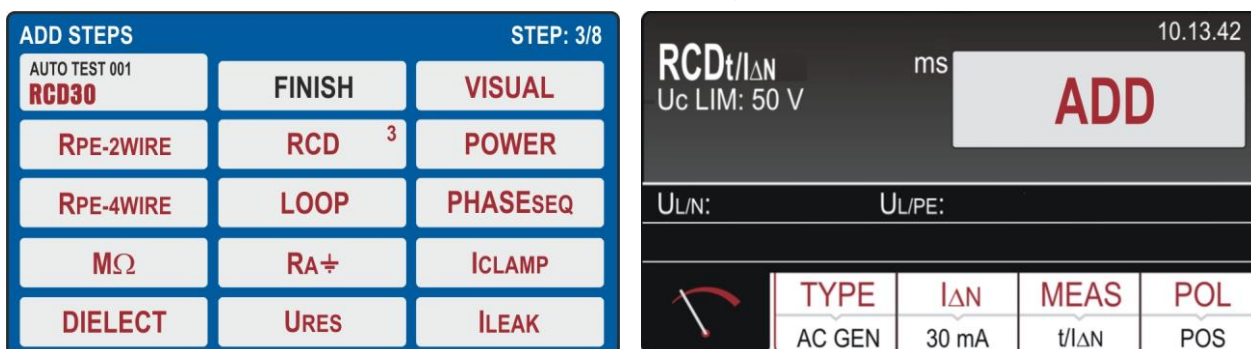

Fig. 21: Menú AUTOTEST – Selección medidas para añadir a Autotest
5. Pulse la tecla **ADD STEPS** o pulse el Autotest seleccionado para añadir una prueba. El instrumento muestra la pantalla de Fig. 21 – parte izquierda
6. Toque la prueba a insertar (ej.: RCD) notando la presencia del número de pruebas actualmente incluidas en el Autotest (ej.: 3). El instrumento muestra la pantalla de la función seleccionada (vea Fig. 21 – parte derecha). Realice la programación deseada y toque la tecla **ADD** para añadir la prueba
7. Repita las mismas operaciones para añadir **máximo 8 pruebas** y toque la tecla **FINISH** (vea Fig. 21 – parte izquierda) para finalizar la inclusión. Note la actualización del Autotest
15. Pulse la tecla **ADD STEPS** o toque el Autotest seleccionado para añadir una prueba. El instrumento muestra la pantalla de Fig. 21 – parte izquierda. La siguiente pantalla se muestra en el visualizador